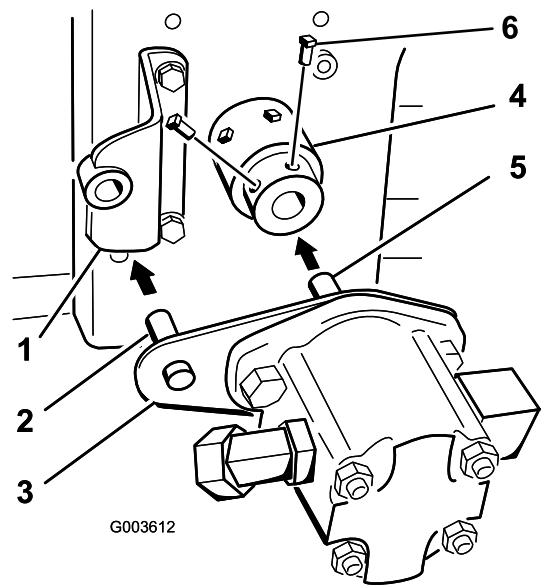

**図 20**
6. エンジンのPTOシャフトのスロットに角キー 1/4 x 1 インチを取り付ける 図 20。
7. ハブ・アセンブリを角キーに合わせ、エンジンの PTO シャフトに取り付ける 図 20。
8. 2本の固定ねじ 5/16 x 3/4 インチにねじゆるみ止め接着剤取り外し可能タイプを塗って、ハブアセンブリを PTO シャフトに固定する 図 20。